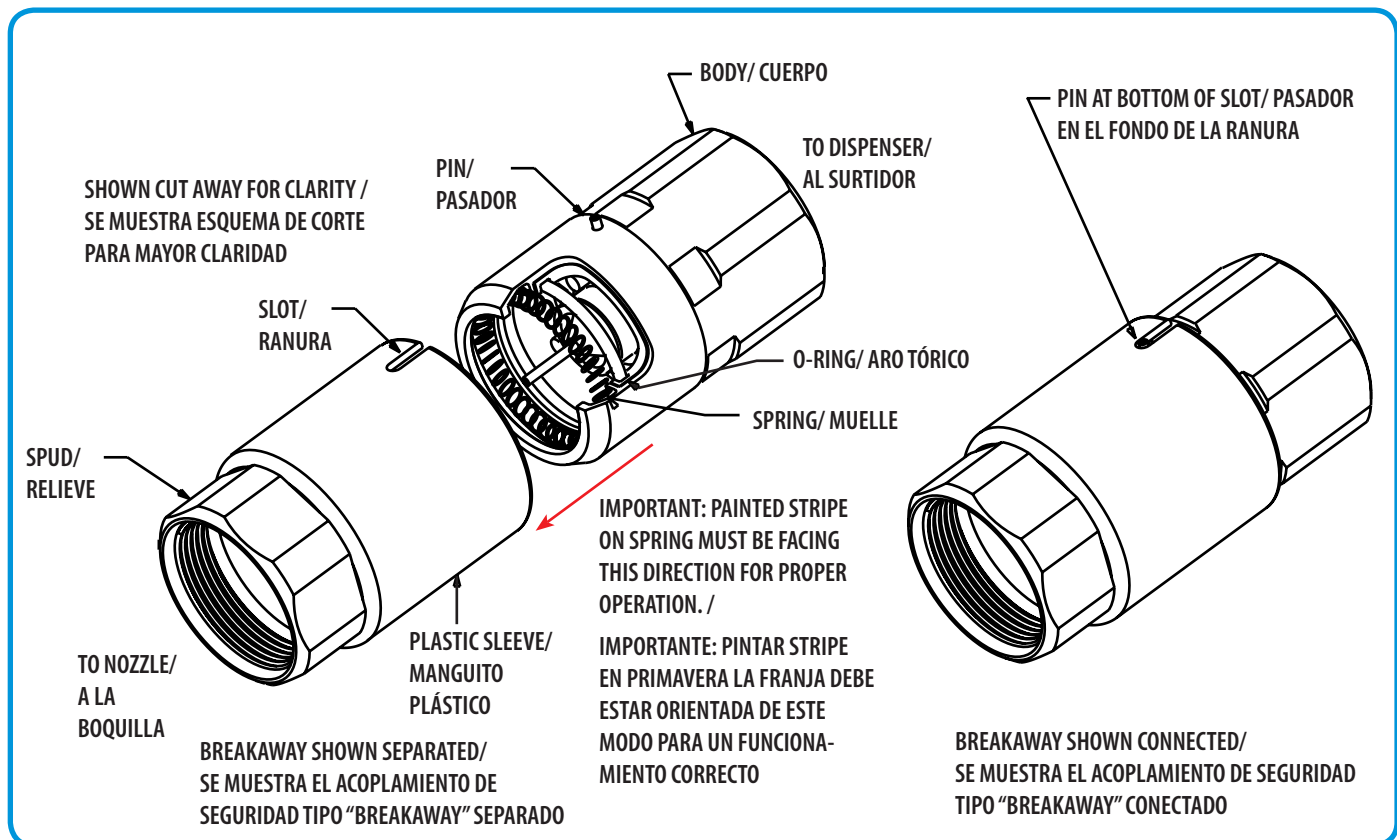

Figure 3/Figura 3
- a. If the “Spud” assembly (see FIG 3, page 4) is damaged beyond repair, the entire breakaway will need to be replaced.
- b. If the “Body” assembly (see FIG 3, page 4) is damaged beyond repair, the entire breakaway must be replaced.
- c. Ensure the “spring” is not damaged or missing (see FIG 3, page 4).
- a. Si el ensamble con el “relieve” (consulte la FIG. 3, página 4) está dañado sin posibilidad de reparación, deberá reemplazarse todo el acoplamiento de seguridad tipo “breakaway”.
- b. Si el ensamble con el “cuerpo” (consulte la FIG. 3, página 4) está dañado sin posibilidad de reparación, deberá reemplazarse todo el acoplamiento de seguridad tipo “breakaway”.
- c. Asegúrese de que el “muelle” no esté dañado o falte (consulte la FIG. 3, página 4).
- Align the pins with slots and continue pushing the "spud" into the "body" until they latch together. The pins should be in the bottom of the slot. See "connected" picture in FIG 3.
- Alinee los pasadores con las ranuras y continúe empujando el "relieve" al interior del "cuerpo" hasta que se enganchen entre sí. Los pasadores deben llegar al fondo de la ranura. Consulte la ilustración del dispositivo "conectado" en la FIG. 3.